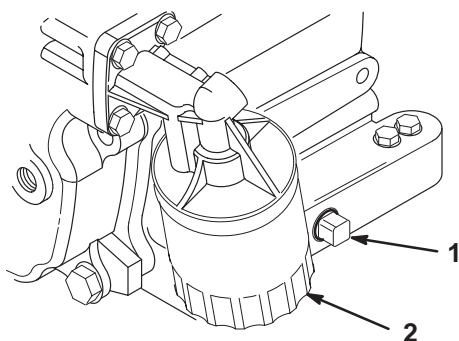

Figure 19
5. Enlevez le bouchon de vidange (Fig. 19) et laissez s'écouler l'huile dans un bac de vidange. Remettez le bouchon de vidange quand toute l'huile s'est écoulée.
2. Déposez le filtre à huile existant (Fig. 19). Appliquez une fine couche d'huile sur le joint du filtre de rechange.